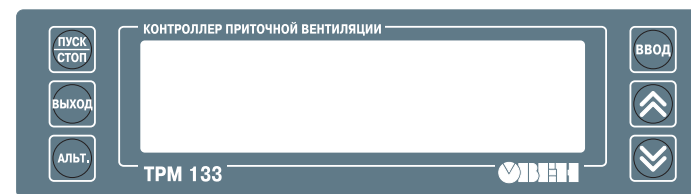

Рис. 3.1. Элементы индикации и управления
3.1.2. На верхней панели прибора находятся: ЖКИ и кнопки для управления работой прибора (рис. 3.1).